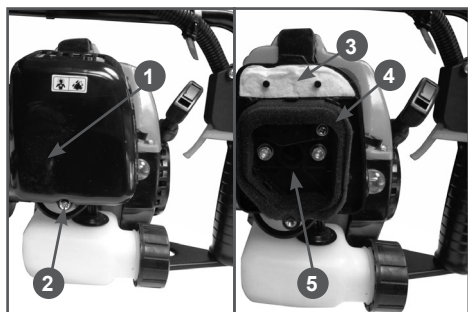

Рис. 4 Обслуживание воздушного фильтра
1. Открутите винт крепления 2 и снимите крышку 1 воздушного фильтра (Рис. 4).
2. Извлеките из корпуса фильтрующие элементы 3,4 (Рис. 4).
- Очистите от загрязнений крышку и опору 5 воздушного фильтра (Рис. 4).